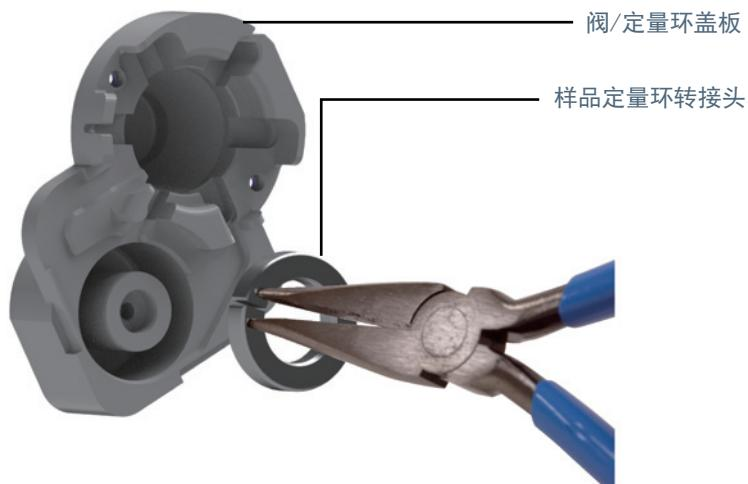

图 22. 从阀 / 定量环盖板上卸下样品定量环转接头（所示为 G4556-20178）
- a 使用尖嘴钳在图 22 所示的位置夹住样品定量环转接头。
- b 捏住尖嘴钳，然后从块或盖板中轻轻拖出样品定量环转接头，如图 22 所示。